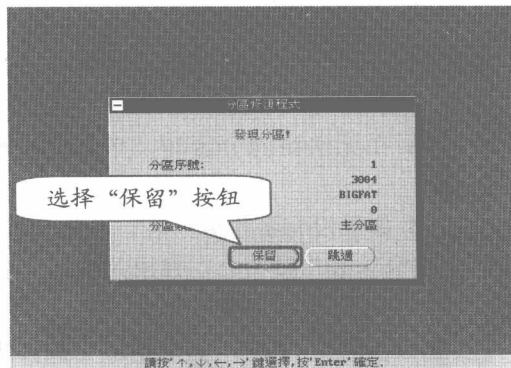

图 7-19 完成搜索
步骤② 单击“确定”按钮，程序开始搜索丢失的分区，完成搜索后弹出如图 7-19 所示的对话框。